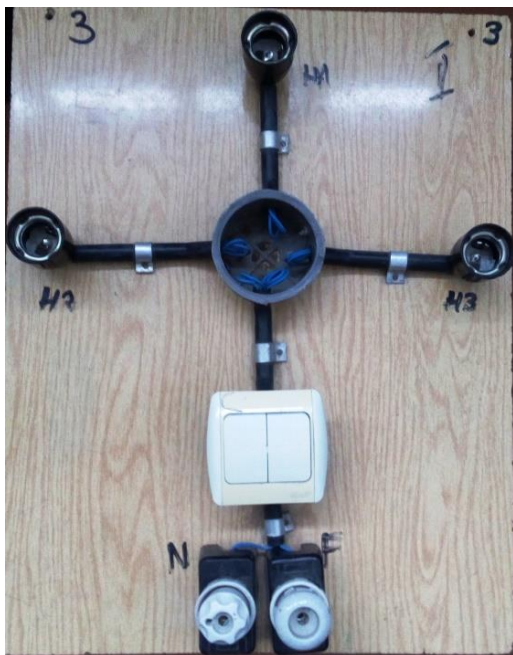

Figura 1.21 Instalație electrică cu 3 lămpi
2. Desenează schema electrică monofilară pentru instalația electrică de pe panoplia din figura 1.21